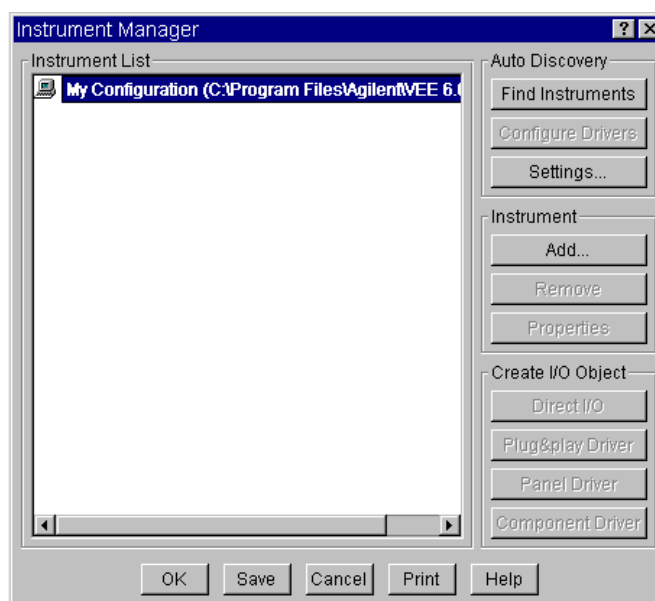

図 3-6. [Instrument Manager] ダイアログ・ボックス
1. [I/O] ⇒ [Instrument Manager] を選択します。タイトル・バーをクリック・アンド・ドラッグして、図 3-6 に示すダイアログ・ボックスを作業領域の左上まで移動します。